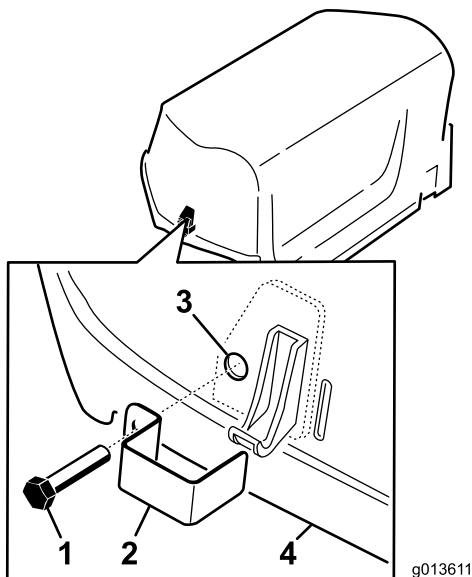

Figura 5
1. Instale o bloqueio do fecho sobre os fechos do capot do lado esquerdo e lado direito (Figura 5) com um parafuso de cabeça hexagonal (dois no total).
2. Utilizando um alicate ou uma chave ajustável, aperte uma anilha de bloqueio interna em cada parafuso (1 a 2 roscas) para prender os parafusos (Figura 5).